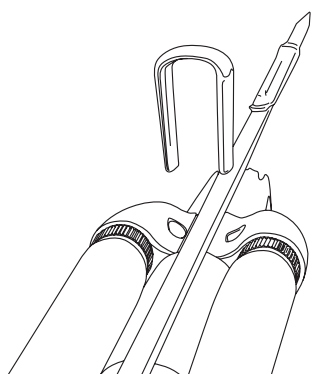

fig. 3.1a
### 3.1- CARATTERISTICHE PECULIARI DELLA SERIE VOODOO (fig. 3.1a)
- Le testate dei modelli Voodoo e Voodoo Rail hanno la possibilità di rimuovere il ponticello sopra l'asta (fig. 3.1a).